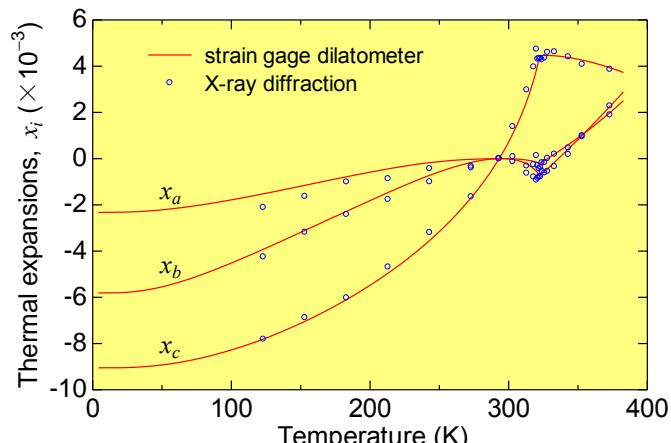

図2 热膨張 $x_a$ ,  $x_b$ ,  $x_c$ の温度依存性
- 本熱膨張計による結果（赤い曲線）とX線回折で測定した格子定数から求めた結果（青い丸）は良く一致していた（図2）。また、相転移点322.6 K付近で明確な変化が認められる。この熱膨張計で測定した单斜角 $\beta$ の温度依存性も同様にX線解析の結果と良く一致していた。